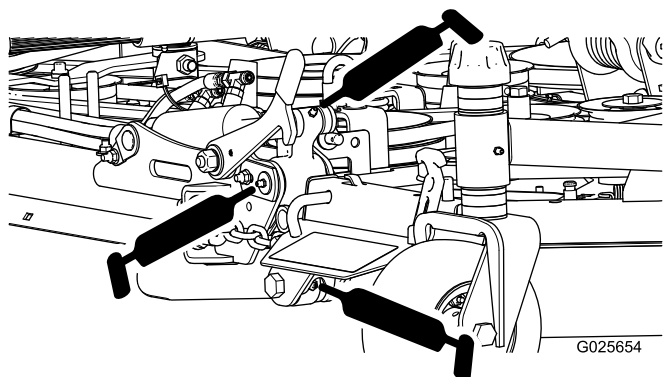

Figura 18
- Dobradiças da plataforma lateral (10) (Figura 18)